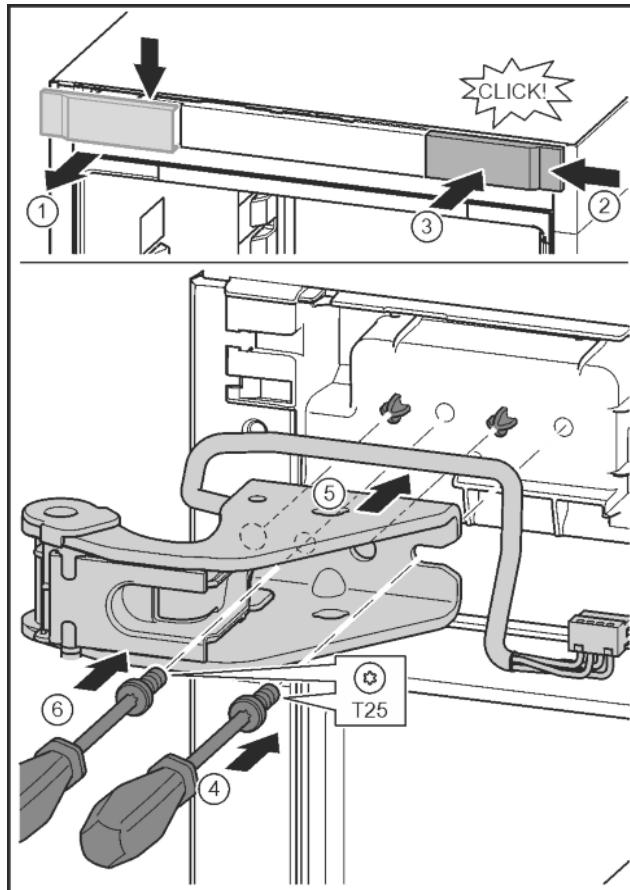

Fig. 24
- Отпустить крышку и снять сбоку. *Fig. 24 (1)*
- Навесить крышку, повернув ее на 180°, справа с другой стороны. *Fig. 24 (2)*
- Крышку зафиксировать. *Fig. 24 (3)*
- Установить винт отверткой T25. *Fig. 24 (4)*
- Установить верхний опорный кронштейн. *Fig. 24 (5)*
- Затянуть винт. *Fig. 24 (4)*
- Вставить и затянуть винт отверткой T25. *Fig. 24 (6)*